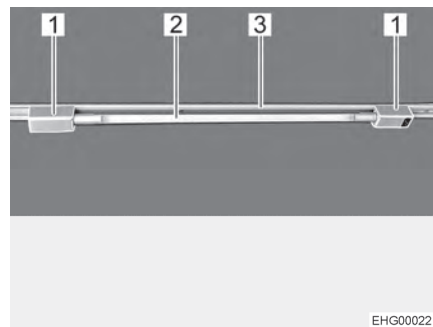

Fig. 35 Tubo fluorescente
*Insertar tubo fluorescente:* ■ Insertar ambos sujetadores (Fig. 35,1) en el riel (Fig. 35,3). Para ello, girar el sujetador 90°.
■ Enchufar el cuerpo de la lámpara (Fig. 35,2) en uno de los sujetadores.
*Rotar tubo fluorescente:* ■ Rotar el cuerpo de la lámpara (Fig. 35,2) hasta que se haya obtenido el efecto de iluminación deseado.